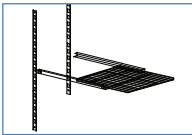

Figure 2
- Ne pas utiliser de détergents abrasifs ou des poudres qui pourrait faire la finition opaque. Durant ces phases ne sont pas, comme déjà indiqué, l'utilisation de grandes quantités d'eau qui pourrait endommager les composants électriques, une éponge humide suffit. Placez le support auto à l'intérieur du réfrigérateur, dans la position la plus adaptée pour une utilisation, l'insertion de chaque support dans les trous à la base du réfrigérateur et en insérant la languette latérale à l'endroit approprié sur les côtés ou sur les supports de table. (Fig. 2)
- Faites glisser le plateau dans les supports comme le montre po (Fig. 2)